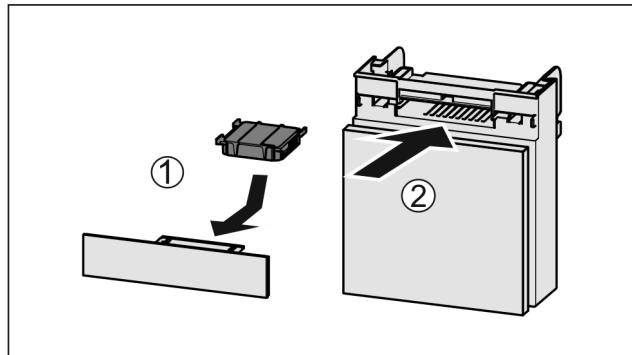

Fig. 57
- Установите фильтр с активированным углем, как показано на рисунке Fig. 57 (1).
► Вставьте отделение Fig. 57 (2).